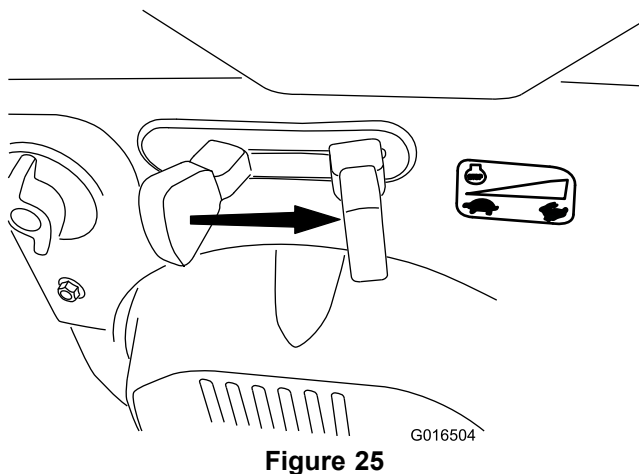

Figure 25
6. Placez la commande d'accélérateur en position HAUT RÉGIME (Figure 25).